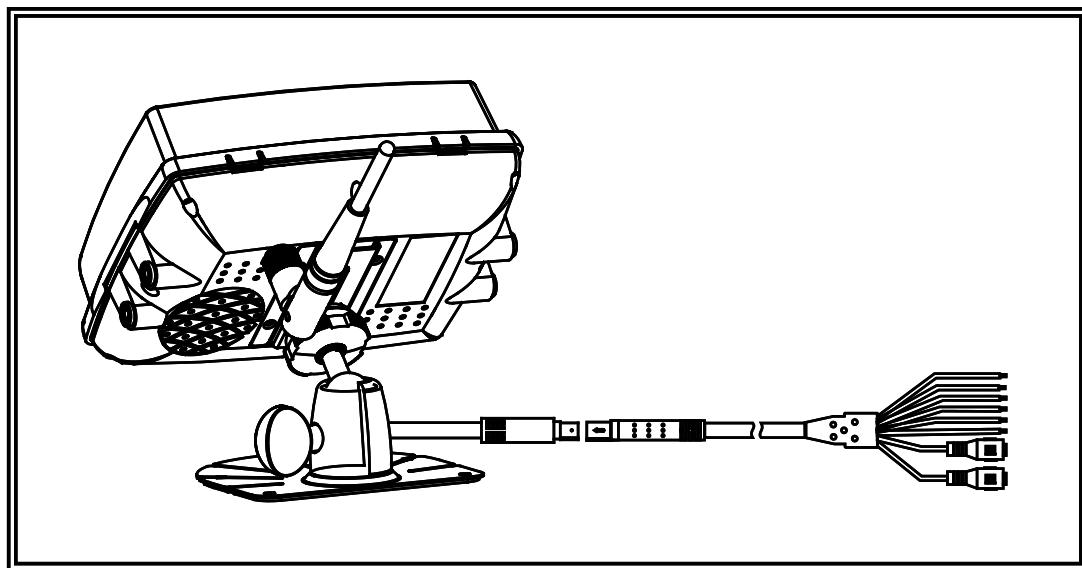

Figura 6
3. Conecte el monitor con el cable AV y de conversión de alimentación de corriente (Figura 6)